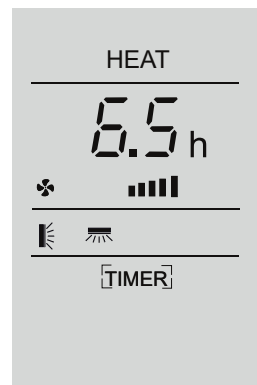

Рисунок 2
3. Кнопками **↗** и **↘** установите необходимое время (кол-во часов) через которое кондиционер отключится (см. рисунок 2).
3. Кнопками **↗** и **↘** установите необходимое время (кол-во часов), через которое кондиционер включится (см. рисунок 2).